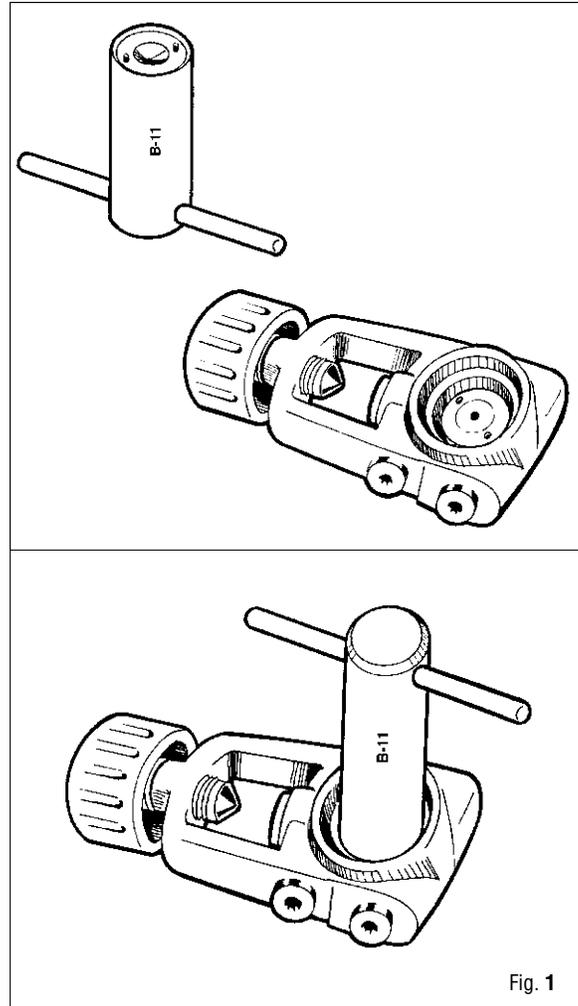

Fig. 1
5. Con la llave especial (B-11) destornillar la cámara asiento de la válvula completa (11). (Fig. 1)
6. Quitar el OR (10) de la cámara asiento de la válvula (11).
7. Con las pinzas para anillos elásticos (B-14) quitar de la cámara asiento de la válvula (11) el seeger (2), la cámara de compensación completa (4) y la válvula de la Primera etapa.(9)
8. Extraer de la Cámara Hp el OR (6)